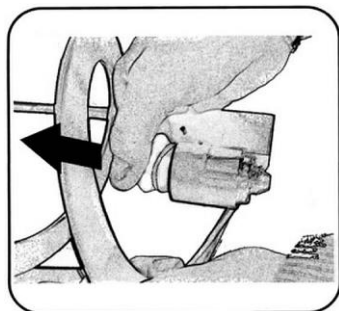

Afb. 21
1. Om de spiraal te verwijderen leg je je vingers op de spiraalplaat en trek je hem voorzichtig naar binnen, zoals in Afb. 21+22.